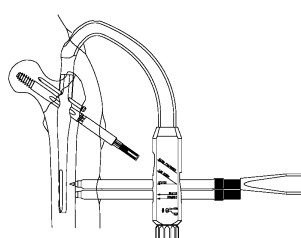

図 25
- \* 22) ディスタルススクリュー用スリーブとディスタルススクリュー用ドリルスリーブを組み付け、ターゲットデバイスのつまみでスリーブを確実に固定し、ディスタルススクリュー用オウルにて外側皮質を穿孔します。（図 25）